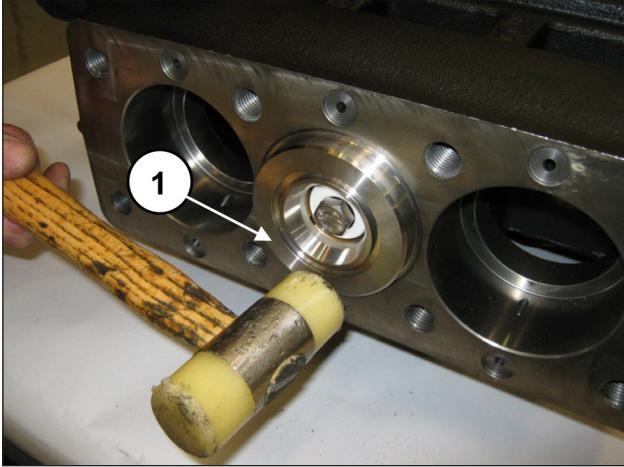

Рис. 188
Убедитесь, что узел рубашки и опоры уплотнений правильно встал в свое место до упора (поз. ①, Рис. 188).